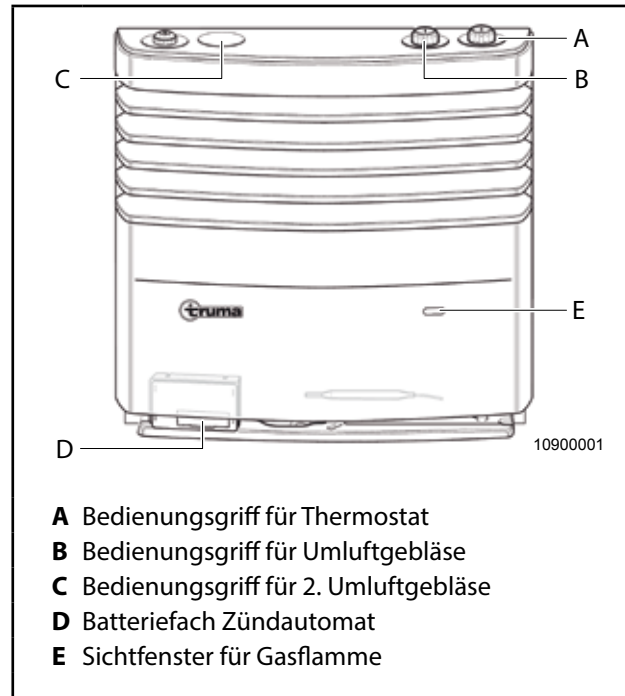

Abb. 65 Gasheizung -S 3004/S 5004 (Elektrozündung)
1. Mit dem Bedienungsgriff Thermostat (Abb. 65, Pos. A und Abb. 66, Pos. A) wird die Raumtemperatur eingestellt, die vom eingebauten Thermostat automatisch konstant gehalten wird.
1. Bedienungsgriff Thermostat (Abb. 65, Pos. A und Abb. 66, Pos. A) in Stellung „0“ stellen, damit wird der Zündautomat automatisch ausgeschaltet.
1. Verkleidung abnehmen, Batterieabdeckung (Abb. 65) des Zündautomaten nach oben schieben und Batterie wechseln. Polarität (Plus/Minus) der Batterie beachten.
1. Steht der Drehschalter (**B**) in Stellung „A“, regelt die Elektronik die erforderliche Gebläseleistung automatisch und begrenzt die Drehzahl auf den eingestellten Wert. Die Heizleistung kann nach Wunsch am Thermostat-Bedienteil (Abb. 65, Pos. A) begrenzt werden. Die Regulierung erfolgt automatisch zwischen eingestelltem Wert und Langsamlauf.
1. Steht der Wahlschalter Betriebsarten (2) in Stellung (3) „man“, kann die gewünschte Gebläseleistung am Drehschalter Umluftgebläse (1) eingestellt werden.
2. Steht der Wahlschalter Betriebsarten (2) in Stellung (5) „auto“, passt sich die Gebläseleistung stufenlos der jeweiligen Wärmeabgabe der Heizung an. Die Heizleistung kann nach Wunsch am Thermostat-Bedienteil (Abb. 65, Pos. A) begrenzt werden. Die Regulierung erfolgt automatisch zwischen eingestelltem Wert und Langsamlauf.
3. Steht der Wahlschalter Betriebsarten (2) in Stellung (4) „○“, ist das Umluftgebläse ausgeschaltet.